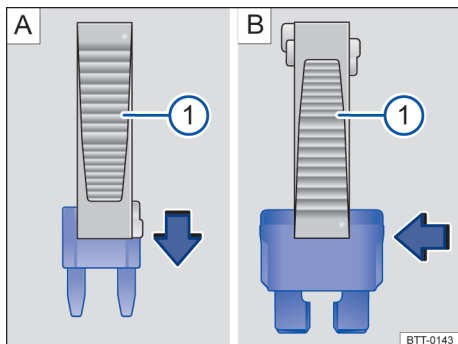

Fig. 124 Remover ou instalar um fusível com a garra da pinça de plástico ①.
- Se necessário, retirar a pinça de plástico → Fig. 124 ① da cobertura da caixa de fusíveis.
- Em caso de *fusíveis pequenos*, encaixar a garra ① por cima → Fig. 124 A.
- Em caso de *fusíveis maiores*, empurrar a garra ① lateralmente sobre o fusível → Fig. 124 B.
- Caso o fusível esteja queimado, substituir o fusível por um novo da *mesma* intensidade de corrente (mesma cor e inscrição) e do *mesmo* tamanho → ①.